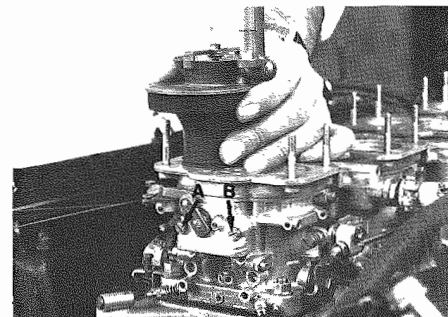

Fig. 17 - A - Vite aria di compensazione (by-pass) cilindro sinistro
- 2) Se i valori di depressione nei due condotti di un carburatore sono uguali, bloccare i controdadi delle viti A e B (**Fig. 17**). In caso contrario svitare la vite di regolazione dell'aria di compensazione corrispondente al cilindro il cui valore di depressione risulta più **basso**, fino a raggiungere lo stesso valore del cilindro corrispondente all'altro condotto del medesimo carburatore. Bloccare poi i controdadi.
- 2) If the vacuum values of the two carburettor ducts are the same, lock counternuts of screws A and B (**Fig. 17**). On the contrary, loosen the air compensation adjusting screw corresponding to the cylinder whose value is lower, till the same value of the cylinder corresponding to the other duct of the same carburettor is obtained. Lock counternuts.
- 3) Se le depressioni nei due condotti di un carburatore sono uguali, bloccare i controdadi delle viti A e B (**Fig. 17**). In caso contrario svitare la vite di regolazione dell'aria di compensazione corrispondente al cilindro il cui valore di depressione risulta più **alto**, fino a raggiungere lo stesso valore del cilindro corrispondente all'altro condotto del medesimo carburatore. Bloccare poi i controdadi.
- 3) If the vacuum in the two ducts of a carburettor have the same values, lock counternuts of A and B screws (**Fig. 17**). On the contrary unlock compensating air adjusting screw corresponding to the cylinder where the vacuum values is **higher** till the same value of the cylinder corresponding to the other duct of the same carburettor is obtained. Lock counternuts.